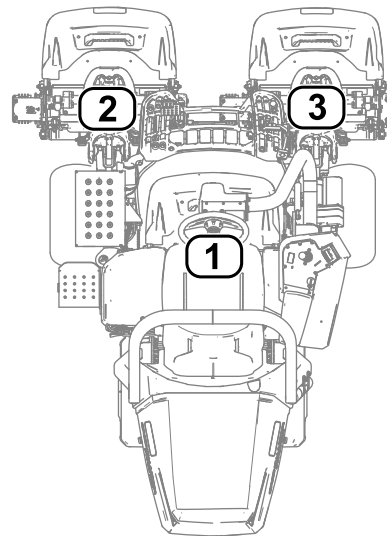

Figure 36
- 1 correspond à l'unité de coupe centrale (Figure 36)
- 2 correspond à l'unité de coupe avant gauche (Figure 36)
- 3 correspond à l'unité de coupe avant droite (Figure 36)